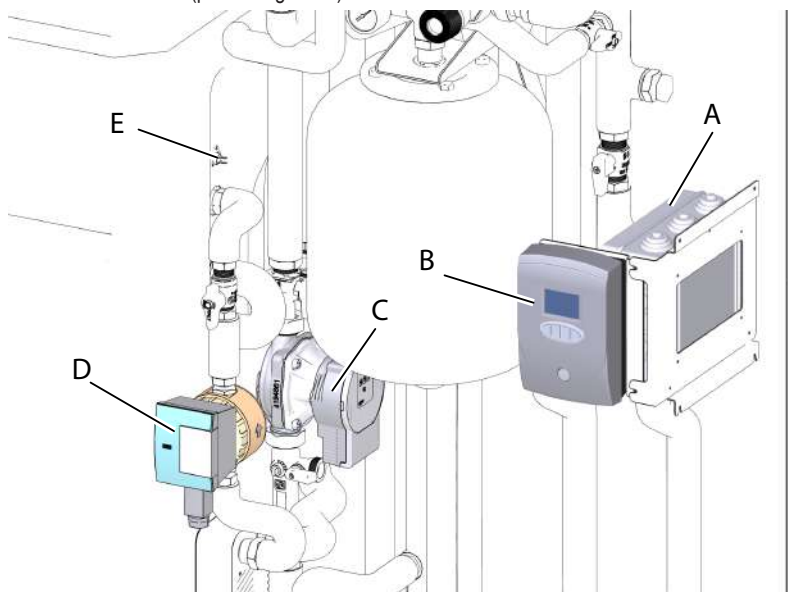

fig. 84 -
- Collegare il cavo (L-N-PE) della centralina solare (part. B "fig. 84 -") ai morsetti L-N-PE della scatola connessione elettrica (part. A "fig. 84 -"). Vedi anche "6.9 Schema elettrico scatola cablata (per sistemi con kit solare + resistenza elettrica bollitore ACS + 1 o 2 zone dirette)" a pagina 42.
- Collegare il cavo "CPS" al circolatore pannello solare (part. C "fig. 84 -").
- Collegare il cavo "CBS" al circolatore bollitore ACS (part. D "fig. 84 -").
- Collegare il cavo "SSB" alla sonda bollitore ACS (part. E "fig. 84 -").